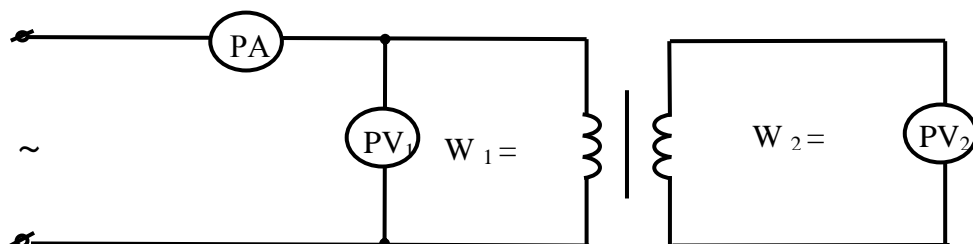

Рисунок 10.2 – Схема установки
4. Рисунок 10.2 – Схема установки.